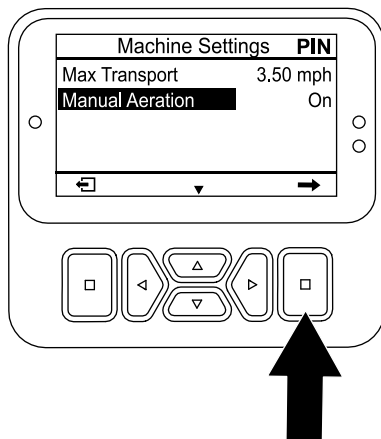

Bild 113
5. Drücken Sie die Taste „nach unten“, bis die Option MANUAL AERATION [Manuelles Aerifizieren] ausgewählt ist, und drücken Sie die Auswahlstaste (Bild 113), um das manuelle Aerifizieren auf EIN einzustellen.